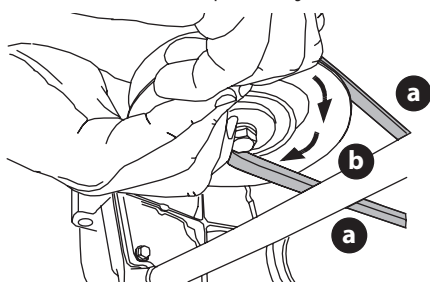

Figura 38
- d. Mientras sostiene la correa de la PTO (a) hacia abajo, siga girando la polea de la PTO (b) hasta que la correa de la PTO (a) se deslice fuera de la polea (b) (Figura 38).
8. Tire del lado derecho de la correa de la PTO hacia atrás y coloque el lado 'V' angosto de la correa de la PTO en la polea de la PTO (Figura 38 en la página 64).
9. Mientras sujeta la correa de la PTO y la polea de la PTO juntas, gire la polea de la PTO hacia la izquierda (Figura 38 en la página 64). Siga sosteniendo y rotando la polea de la PTO y la correa de la PTO hasta que la correa de la PTO se enrolle totalmente en la polea de la PTO.